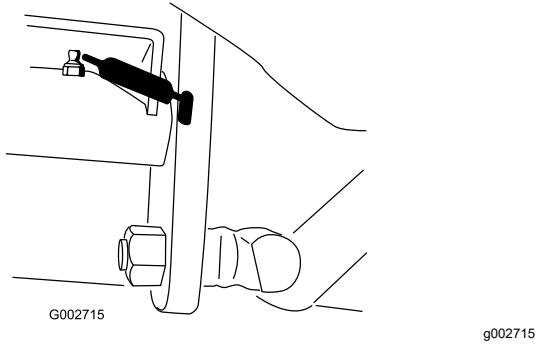

Figura 20
- Pivote del pedal de tracción (1) (Figura 20)